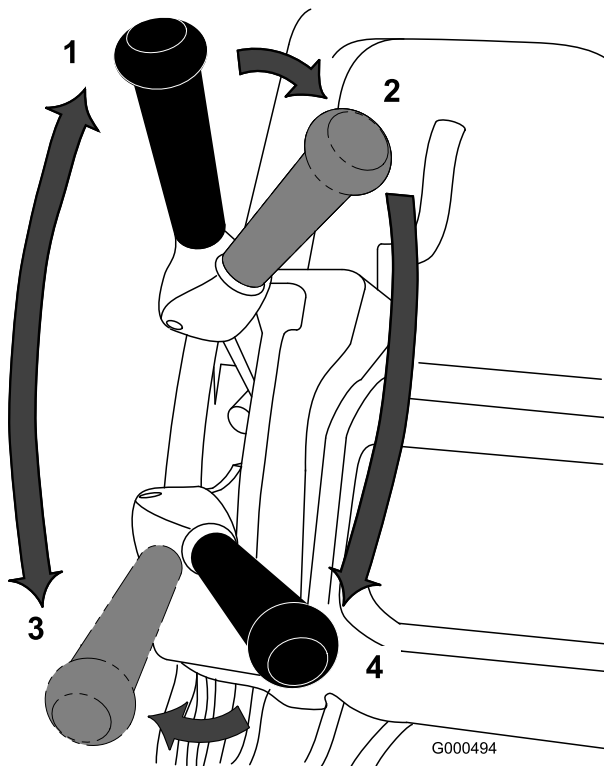

Figura 26
1. Ligue o motor, coloque o regulador a uma velocidade reduzida, empurre o manípulo para levantar a unidade de corte, desloque a alavanca de tracção para a posição Engatada e leve o cortador até uma ponta do relvado (Figura 26).
2. Coloque a alavanca de tracção na posição Desengatada e engate a transmissão do cilindro (Figura 26).
3. Desloque a alavanca de tracção para a posição Engatada, aumente a velocidade até que o cortador se movimente à velocidade desejada, conduza o cortador para o relvado, desça a dianteira do cortador e comece a operação (Figura 26).